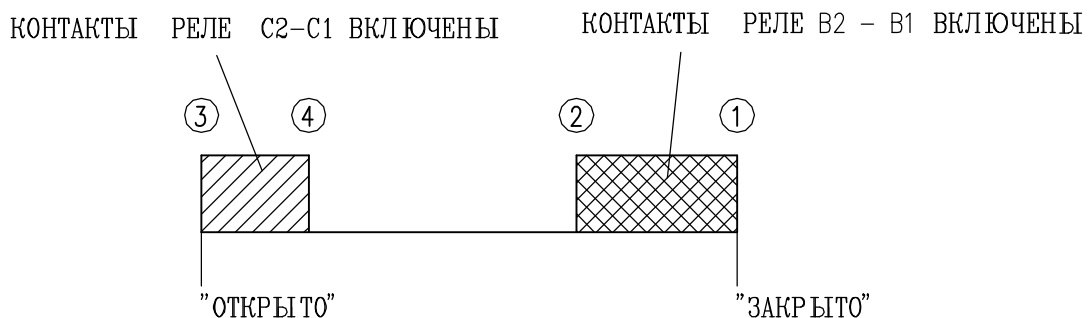

Рис.10
4.2 Местное электрическое управление (рис. 10)
Примечание 4: Рис.10, показывающий последовательный нажим устанавливающей кнопки Т1 от первого нажима вплоть до 4 нажима вместе с состоянием контактов в диапазоне блокирования или сигнализации.
В случае проблем при установке, выключите питательное напряжение электронного модуля и повторно присоедините его после приблизительно 10 сек. Если проблемы при настройке не исчезают, совершите ресет электронной доски коротким замыканием пинов 4 и 5 конектора J4 (Рис.10) на приблизительно 2 сек.